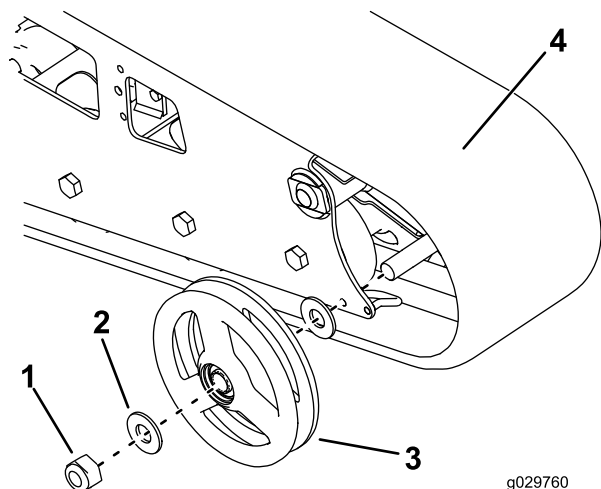

Рисунок 57
2. Отверните гайку, которая крепит внешнее колесо переднего катка, и снимите колесо (Рисунок 57).
3. Снимите гусеницу (Рисунок 57).
4. Снимите две большие шайбы с внешних катков, по одной с каждой стороны катка (Рисунок 57).
7. Установите новую гусеницу (Рисунок 57).
8. Установите внешнее колесо переднего катка и закрепите его снятой ранее гайкой (Рисунок 57).